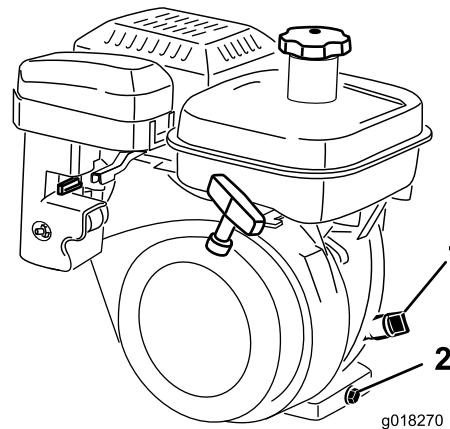

Figure 34
2. Positionnez la machine de sorte que le moteur soit de niveau et nettoyez la surface autour de la jauge d'huile (Figure 34).
3. Dévissez la jauge et retirez-la (Figure 34).
- Placez un bac de vidange sous le bouchon de vidange à l'arrière de la machine (Figure 34). Desserrez le bouchon de vidange.